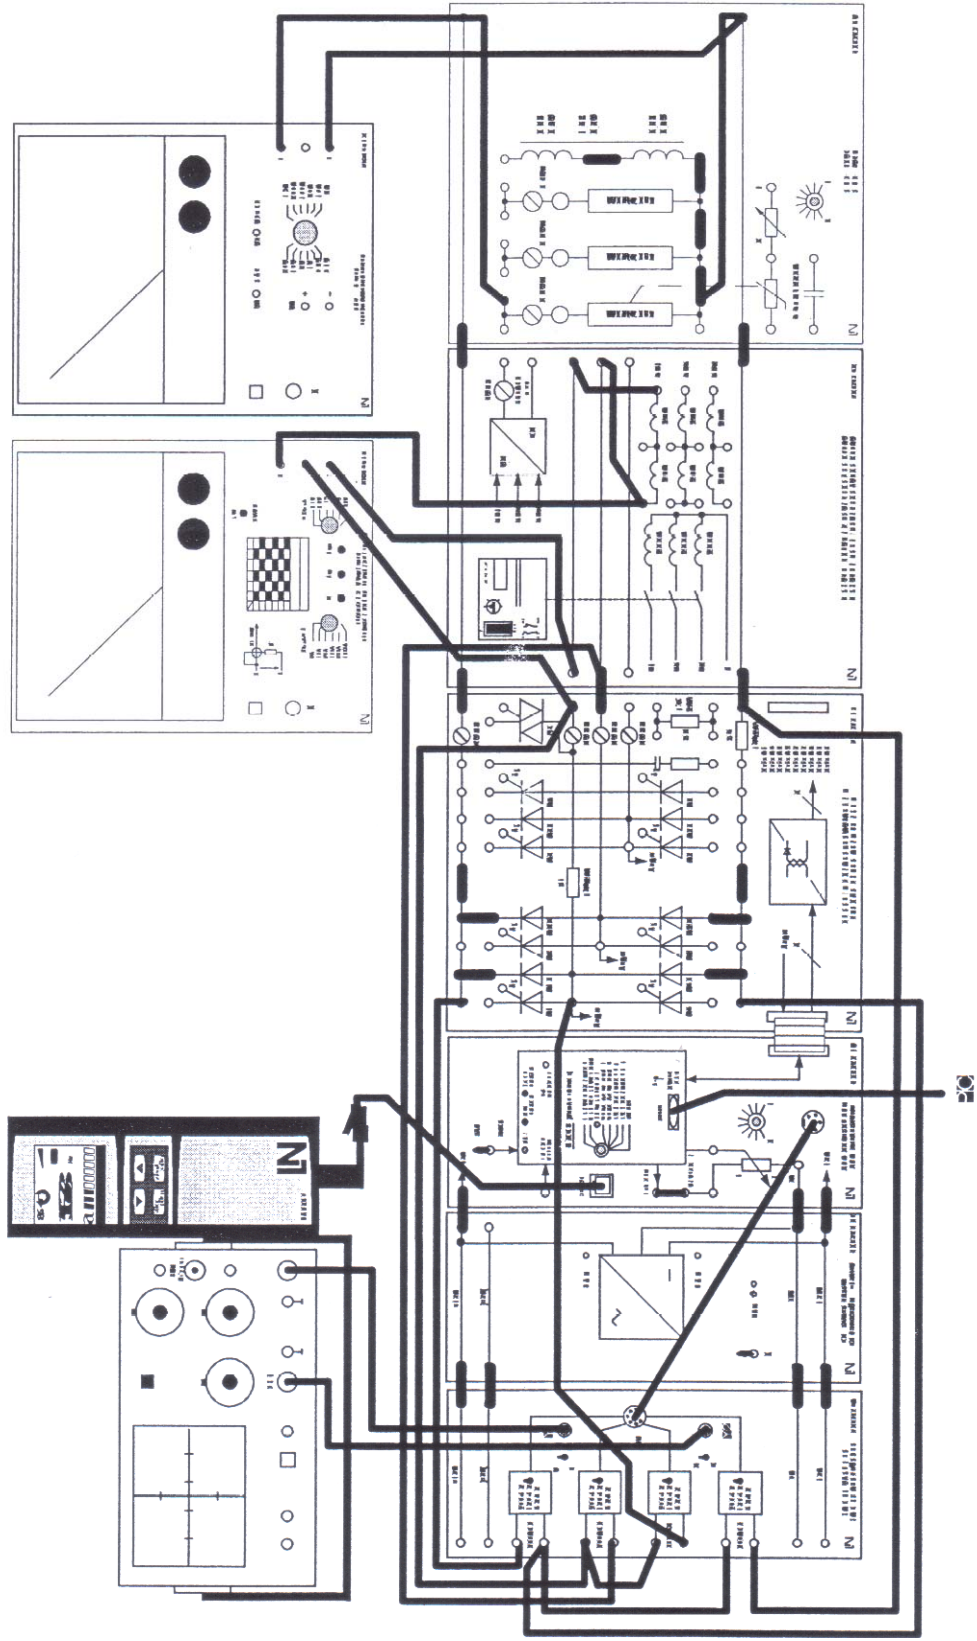

Fig I.11 : Schéma de connexions d'un redresseur double alternance non commandé (Pont de Graetz)
- Réalisez le circuit suivant le présent schéma des connexions (Figure I.11) et connectez les appareils.